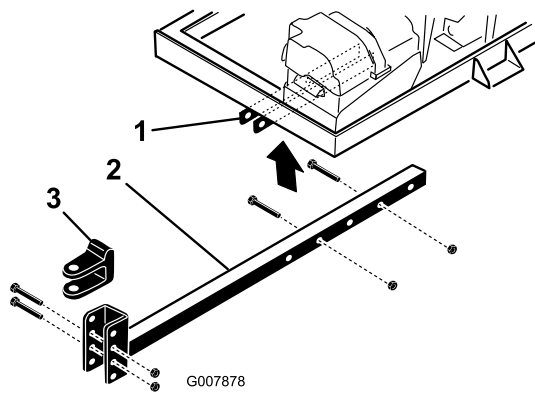

図 8
2. フレーム・ブラケットにヒッチ・チューブに差し込む（図 8）。ボルト (3/8 x 3 in) 2本とフランジ・ナット (3/8 インチ) を使用してヒッチ・チューブをフレームに固定する。
- ・ ヒッチ・クレビス（図 8）をヒッチ・チューブに固定しているボルトとロックナットを外す。
- ・ ヒッチ・チューブをフレーム・ブラケットに固定しているボルトとナットを外す（図 8）。